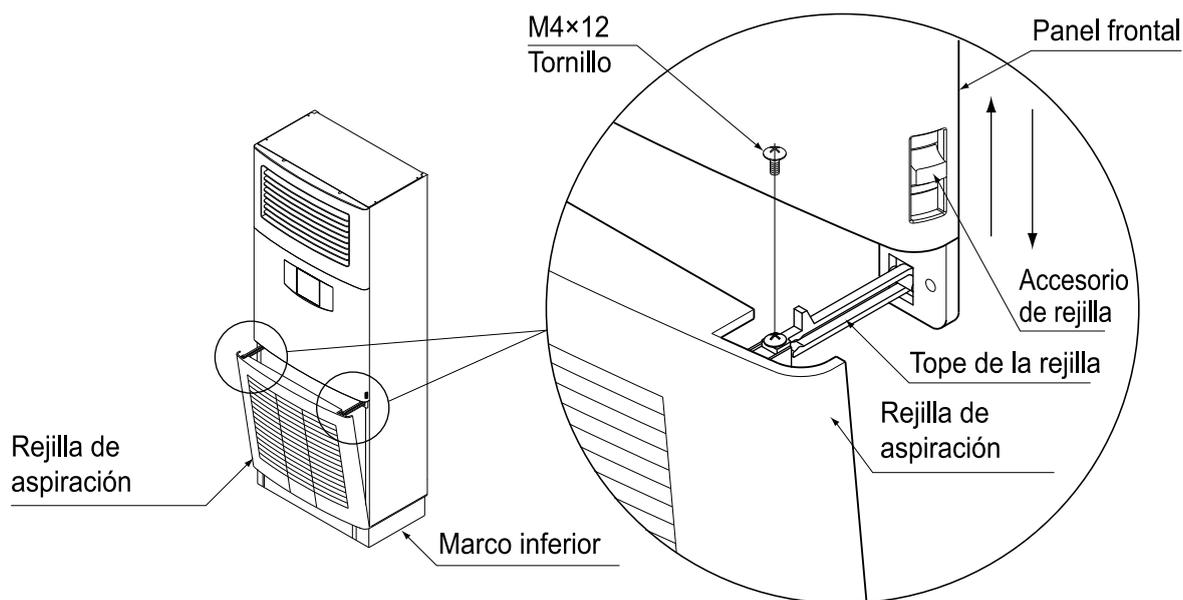

Fig. 41
2. Encaje el tope de rejilla (panel frontal) en la ranura de la rejilla de aspiración de aire y bloquee la rejilla en su posición original con el tornillo. (Refiérase a la Fig. 41)
3. Compruebe que el accesorio de la rejilla está levantado y, a continuación, cierre la rejilla de aspiración de aire. Tras cerrar la rejilla, baje el accesorio de la misma. (Refiérase a la Fig. 41)